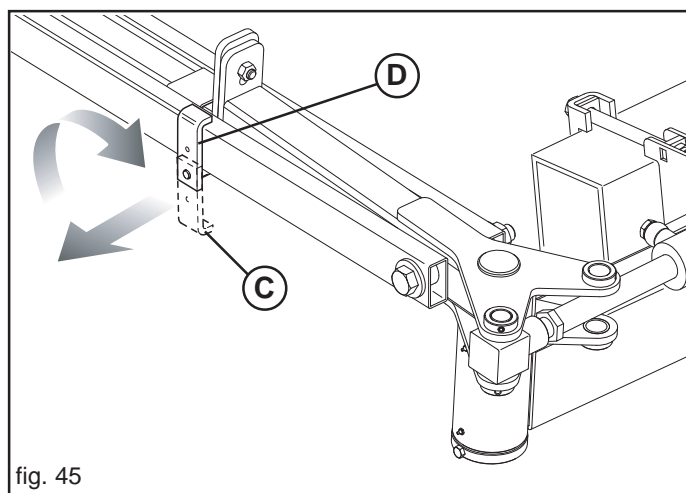

fig. 45
Durante il lavoro mantenere il fermo nella posizione (C, Fig. 45), necessario per permettere al braccio segnafile di seguire il movimento del terreno. Prima di richiudere l'attrezzatura in posizione di trasporto, bloccare il braccio segnafile ruotando il fermo nella posizione (D).